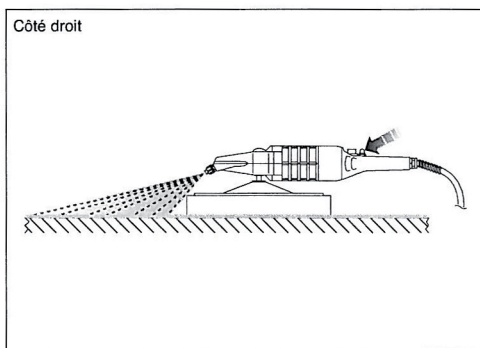

FIG.20 (Pulvérisation d'eau)
- 8) Si nécessaire utiliser la pulvérisation d'eau pour humidifier la surface à travailler en appuyant sur la touche de pulvérisation eau (**FIG.20**). Avec le réservoir vide, il faut le remplir comme indiqué au **par.5.6**.
- 7) Prendre la talocheuse avec les deux mains et diriger la buse de pulvérisation d'eau (**FIG.20**) dans un récipient approprié;